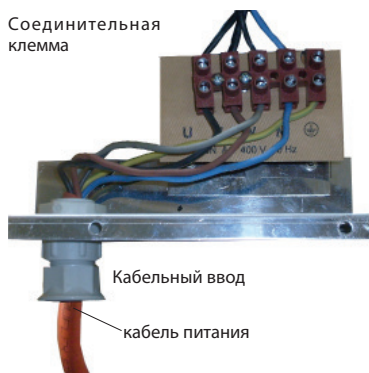

**Рис.3**
2. Для подключения кабеля питания сначала удалите 2 фиксирующих шурупа (см. рис. 3) и затем вытащите клеммную колодку вниз (см. рис. 3а).
**Рис.3а**